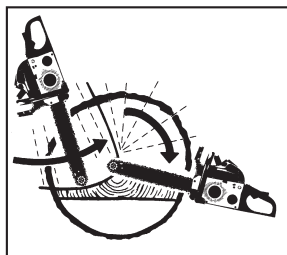

Рис. 11D
2. Если диаметр спиливаемого дерева больше длины шины, то сделайте 2 пропила (см. Рис. 11D).